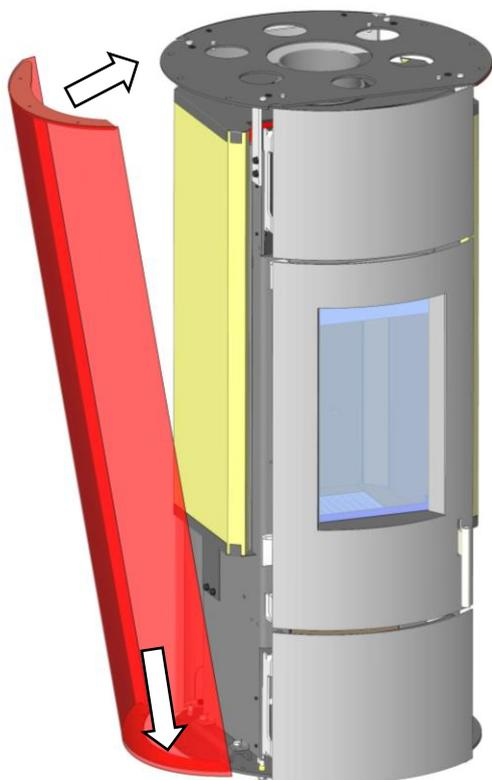
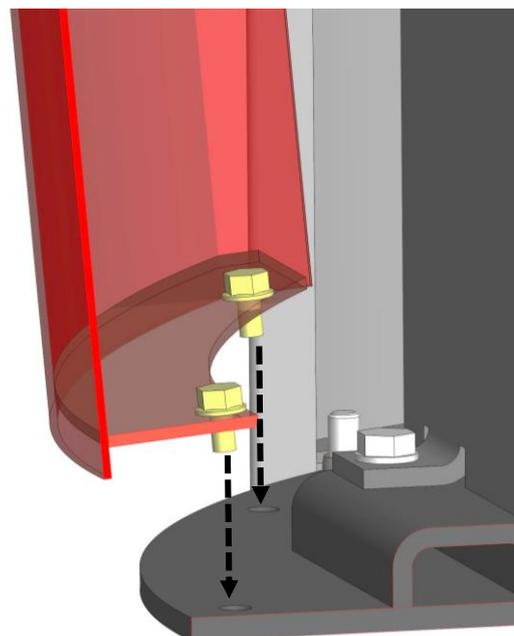

Abb. 2: Seitenverkleidung positionieren
Abb. 3: Schrauben positionieren
2. Die Seitenverkleidung gekippt zum Grundkörper hin positionieren (Abb. 2). Zur Positionierung im unteren Bereich, die Positionierschrauben in die Bohrungen der Grundplatte einführen (Abb. 3). Dann die Seitenverkleidung im oberen Bereich Richtung Grundkörper kippen.